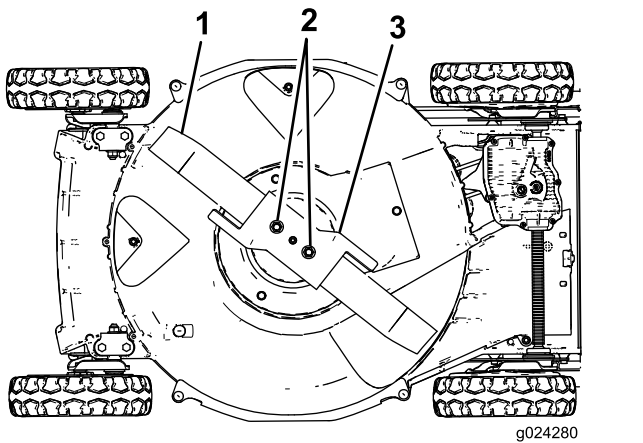

Figure 23
5. Basculez la machine sur le côté **droit** (filtre à air en haut), comme montré à la Figure 23.